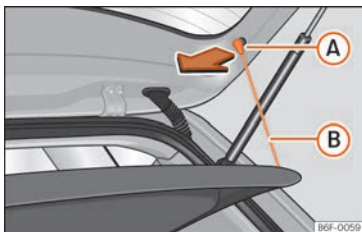

Abb. 162 Im Gepäckraum: Gepäckraumabdeckung aus- und einbauen.
- Hängen Sie die Haltebänder »» Abb. 162 B aus den Aufnahmen A aus.
- Hängen Sie die Haltebänder »» Abb. 162 B an der Heckklappe ein.